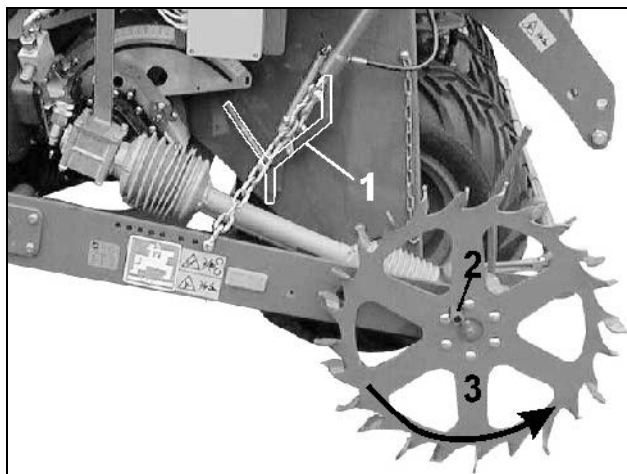
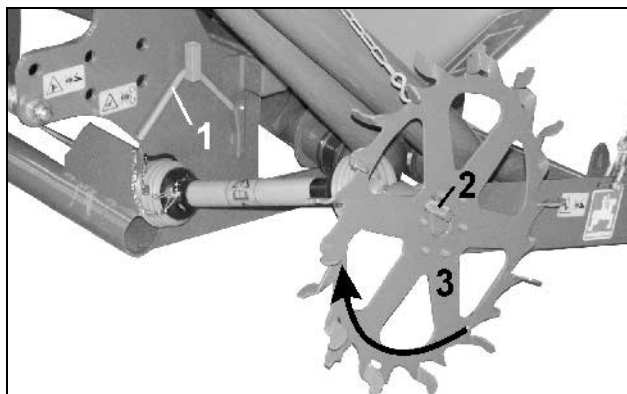

Fig. 70
Fig. 71
- Benyt håndsvinget (Fig. 70/1, Fig. 71/1). Håndssvinget befinder sig i en holder på maskinrammen.
- Håndsvinget tilsluttes sporehjulet (Fig. 70/3, Fig. 71/3) via 4-kant-tilslutningen (Fig. 70/2, Fig. 71/2).
FPS (Fig. 70): Sporehjulet drejes **venstre** rundt!
FRS (Fig. 71): Sporehjulet drejes **højre** rundt!
- anbringes håndsvinget (Fig. 70/1) i holderen